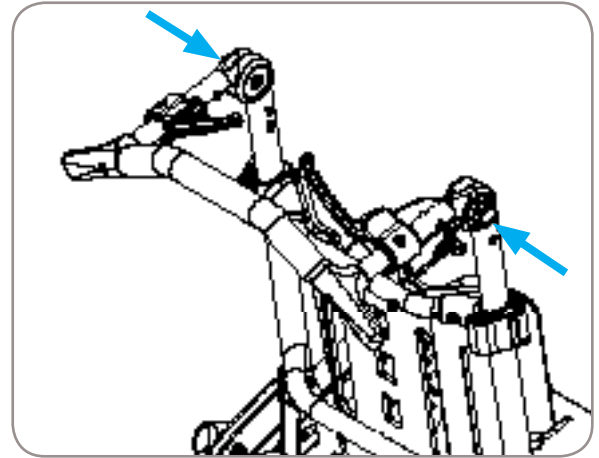

Figura 6
1. Mantenga presionados los botones en el exterior de cada barra de ajuste, consulte la Figura 6.